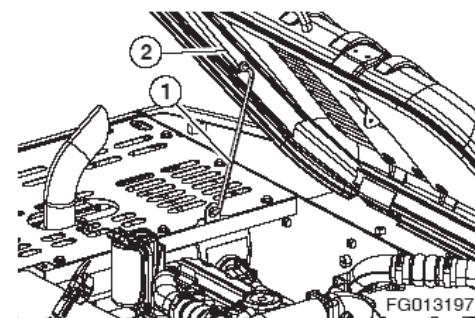

Рис. 153
Открыть крышку и вытянуть опорный стержень (1, рис. 153) в отверстие (2), пока он не заблокируется в прорези в конце щели, чтобы поддержать крышку.